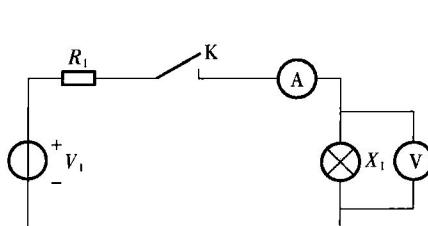
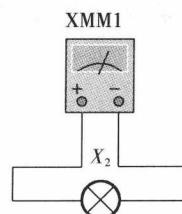

图 1.7 手电筒测试电路
图 1.8 灯泡电阻测量电路
测试电路:如图 1.7 和图 1.8,电源为两节干电池, R_1 为 50Ω ,XMM1 为万用表。
(1)按照图 1.7 连接好测试电路图。
(3)取出灯泡, 将它连接成图 1.8 电路形式, 用万用表测量灯泡两端的电阻, 阻值 $R = _____$